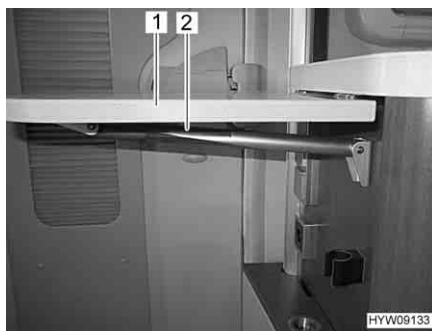

Fig. 40 Tavolo ribaltabile su bancone
- Afferrare in basso il tavolo ribaltabile su bancone (Fig. 40,1) e tirandolo leggermente estrarlo dall'incastro.
- Orientare il piano del tavolo verso l'alto, fino all'aggancio dell'elemento di fissaggio del supporto telescopico (Fig. 40,2). Rilasciare il piano del tavolo.